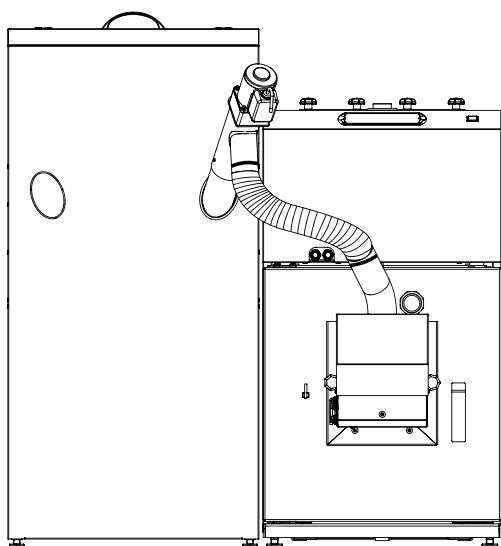
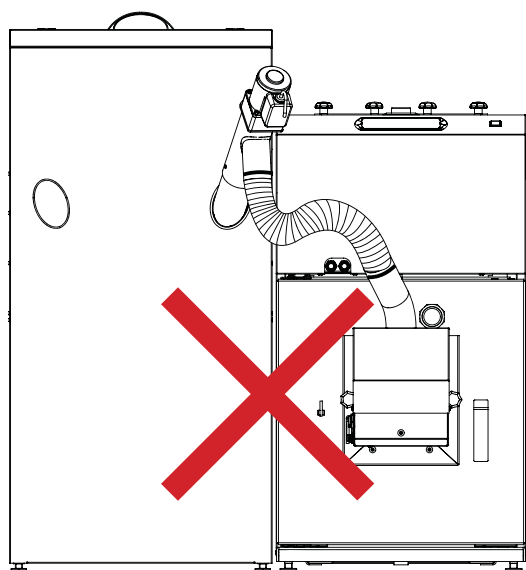

Fig. 4 Korrekt tilslutning af sneglens plastslange.
Fig. 5 Ukorrekt tilslutning af sneglens plastslange.
4. Udfør alle nødvendige justeringer med hensyn til forbindingsledets hældningsgrad og længden af plastslangen. Forbindingen må ikke forårsage bøjninger af plastslangen, fordi disse kan medføre blokering af piller (se Fig. 4 og Fig. 5).